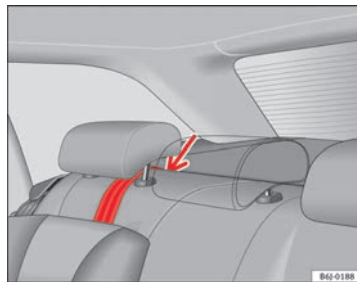

Fig. 28 Cinghia di fissaggio: regolazione corretta e montaggio
- Passare la cinghia di fissaggio del Top Tether sotto il poggiatesta del sedile posteriore ⇒ **fig. 28** (sollevare il poggiatesta se necessario).